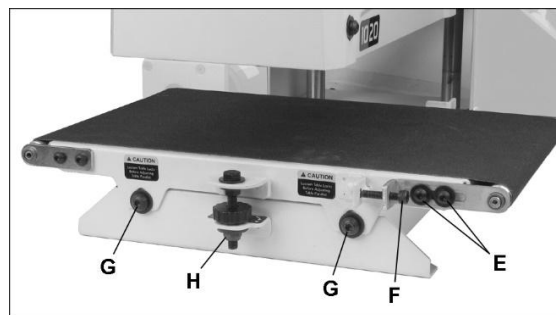

Abbildung 10-3: Vorschubbandwechsel
3. Die Schrauben (E, Abb. 10-3) lösen, die Vorschubbandspannung lösen (F) und dann die Spannrolle ganz nach innen schieben.
4. Die zwei Schrauben (G) lösen.
5. Sicherungsmutter (H) entfernen.